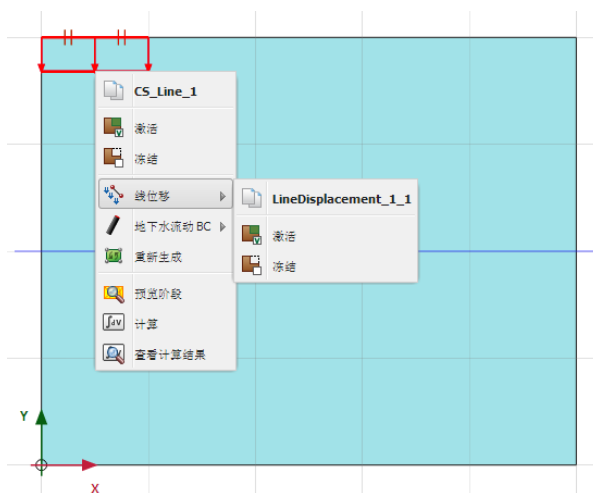

图 18 分步施工模式中激活指定位移
- 在绘图区选择指定位移右键，从下拉菜单中选择激活选项（如图 18）。